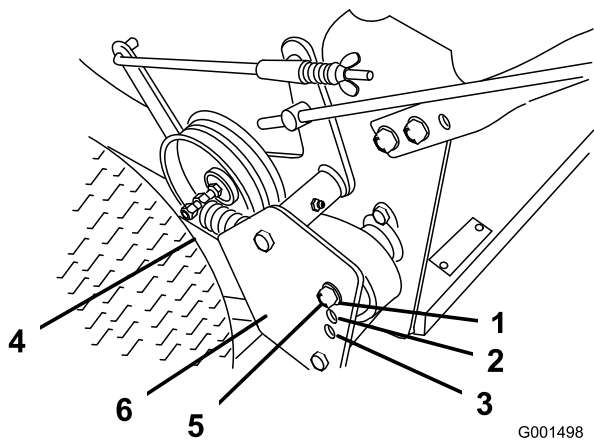

Figura 10
- Retire el muelle de transmisión del perno de ajuste (Figura 10).
5. Retire la contratuerca que sujeta el perno de ajuste al deflector de la polea de transmisión (Figura 10).
- Nota:** La tensión de la transmisión de las ruedas es menor en la Posición A. La tensión aumenta en las Posiciones B y C (Figura 10).